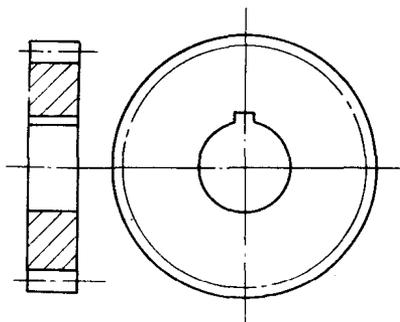

图 1-11 单个齿轮画法
1) 直齿圆柱齿轮的画法. 齿顶圆和齿顶线用粗实线画；分度圆和分度线用点划线画；齿根圆用细实线画，也可省略不画。在剖视图中，齿根线用粗实线画，未剖的齿根线可省略不画，见图 1-11。